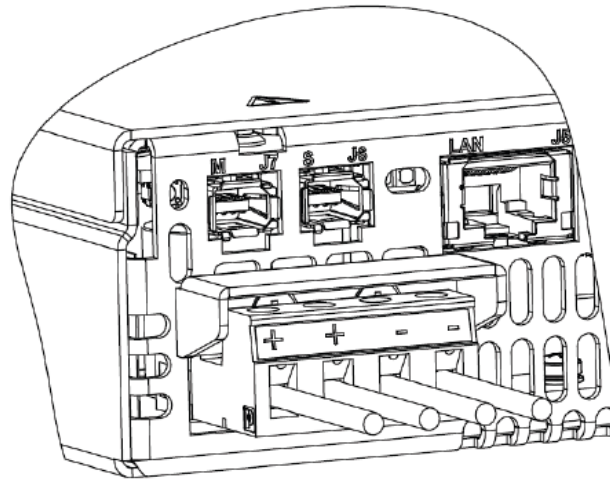

図4-30 出力プラグの電源への接続 (GH1kW/1.5kW)
3. 図4-30のように、出力プラグを電源に接続してください。